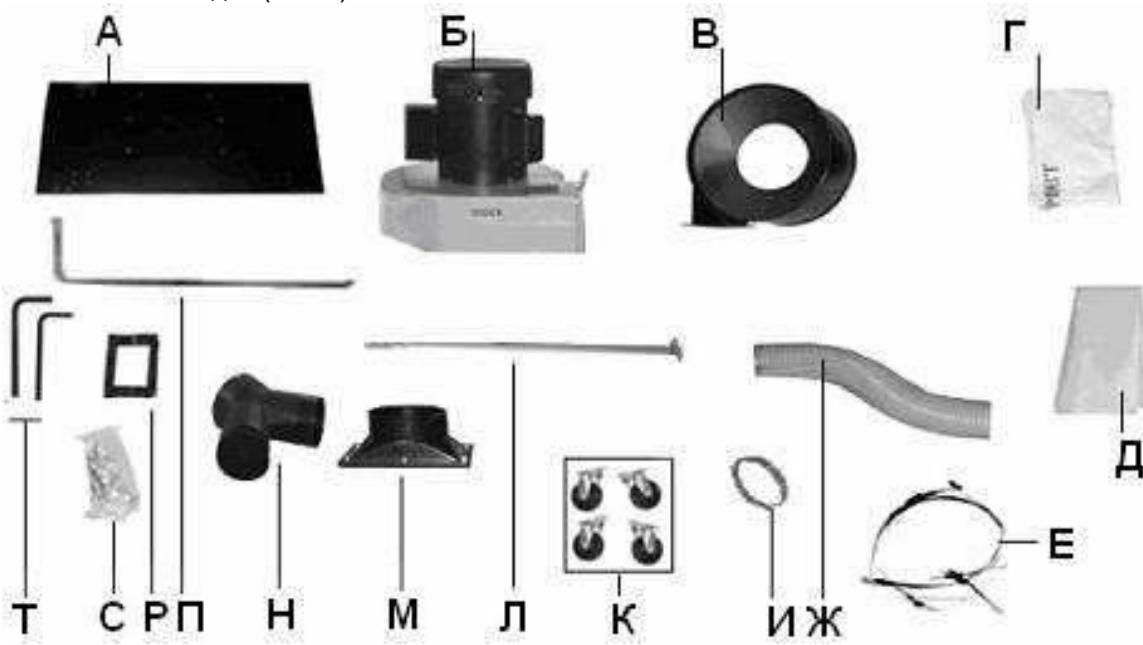

Рис. 1
3.1. В комплект поставки входит (Рис.1).